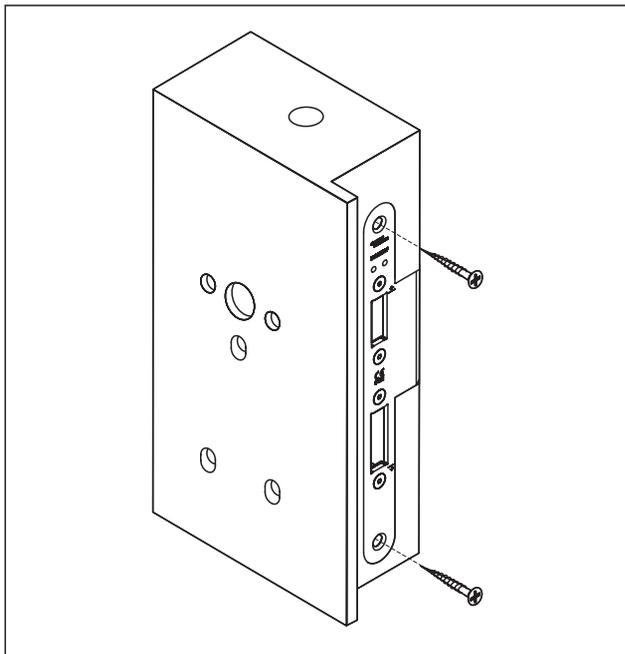

Abb. 40 Schloss festschrauben
7. Das Schloss festschrauben (Abb. 40).